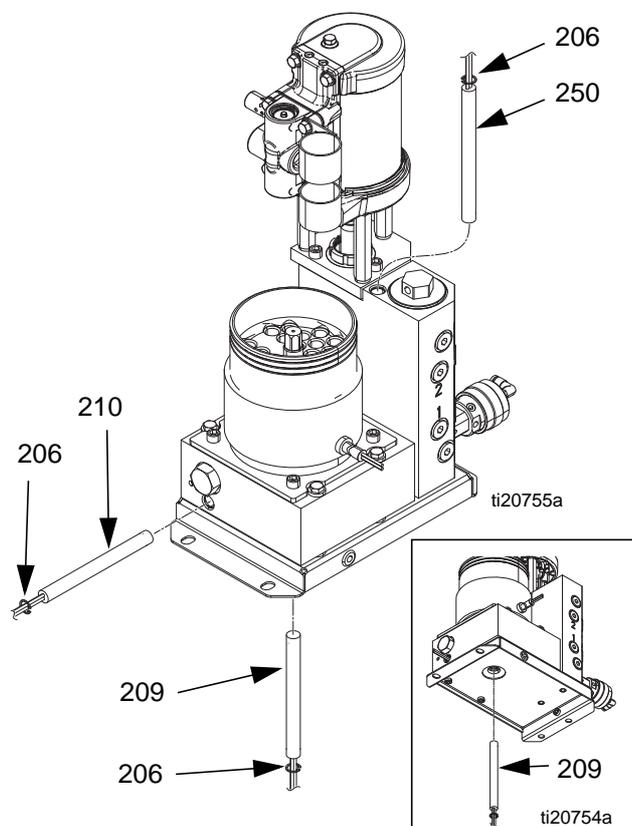

FIG. 39
Démontage (voir la FIG. 39) :
Remontage (voir la FIG. 39) :
2. Installer la tige de chauffage, puis installer son anneau de retenue (206). Voir FIG. 39.